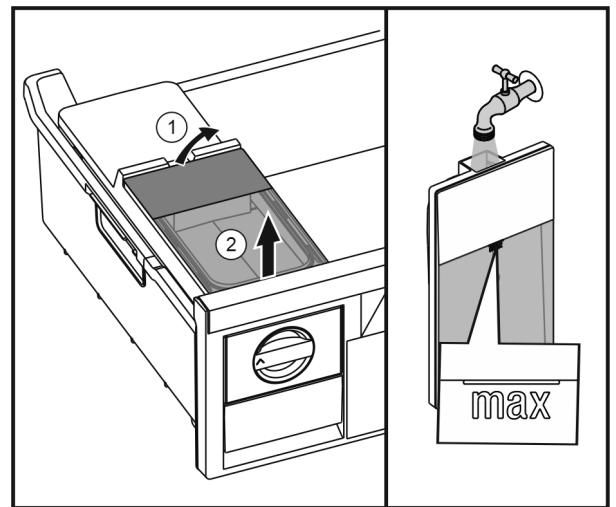

Fig. 39
- Soulever le réservoir d'eau depuis l'arrière Fig. 39 (1) et l'enlever vers le haut Fig. 39 (2).